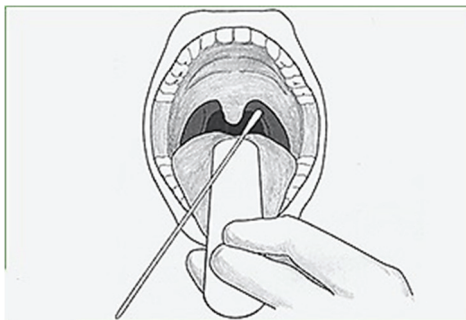

Рис. 6 – Розташування тампону при відборі біологічного матеріалу з зіву
5. Зібрати біологічний матеріал з правого мигдалика, правої піднебінної дужки, язичка, доторкнутися до задньої стінки глотки, лівої піднебінної дужки та лівого мигдалика (рис. 6). При цьому потрібно не доторкуватися тампоном до слизової оболонки щік, язика, зубів та губ.